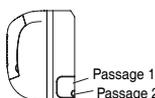

Fig. 10
1. Pour acheminer le tuyau et le câblage depuis le côté droit ou gauche de l'unité, découpez les passages du châssis selon les besoins (comme illustré par la Fig. 10).